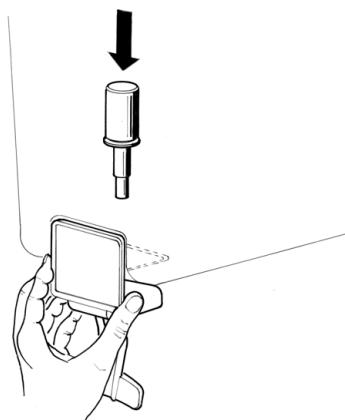

figure 7
- 3 **Robinet en inox à gravité:** monter le levier de débit robinet et enfiler le piston avec son joint (voir figure 7).